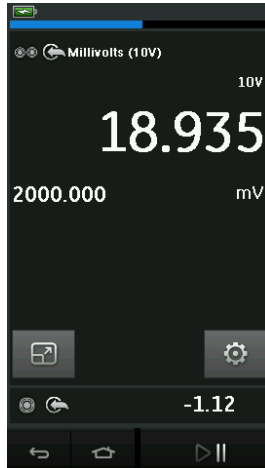

Figura 2-16: Ventana de calibración - Vista ampliada
- La Figura 2-16 muestra una vista ampliada del canal seleccionado y minimiza los canales restantes.